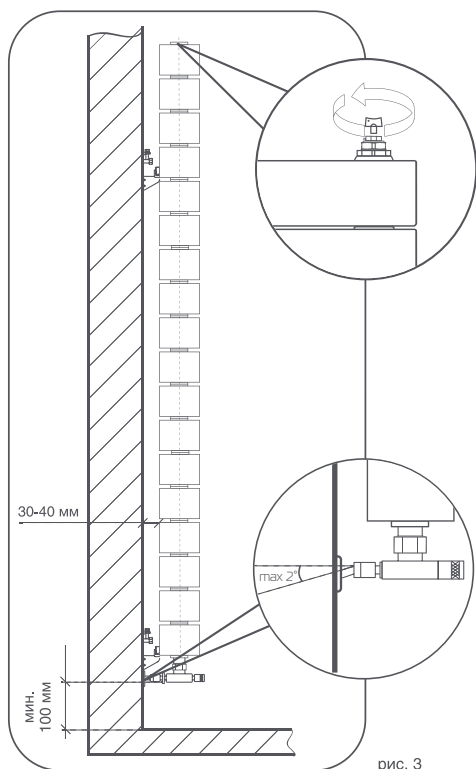

рис. 3
1. Для эффективной работы радиатора необходимо соблюдать монтажные расстояния, указанные на рис. 3.
! Во избежание аварии допустимо отклонение оси коллектора радиатора от подводящих труб не более 2° (рис. 3).